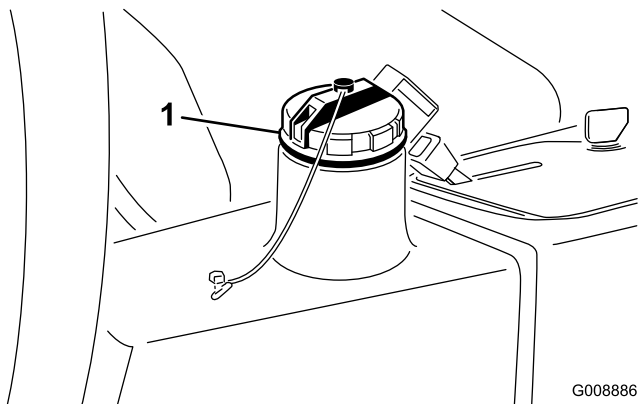

Figura 57
3. Llene el depósito (Figura 57) con aproximadamente 13,2 litros de aceite hidráulico; consulte Comprobación del sistema hidráulico.